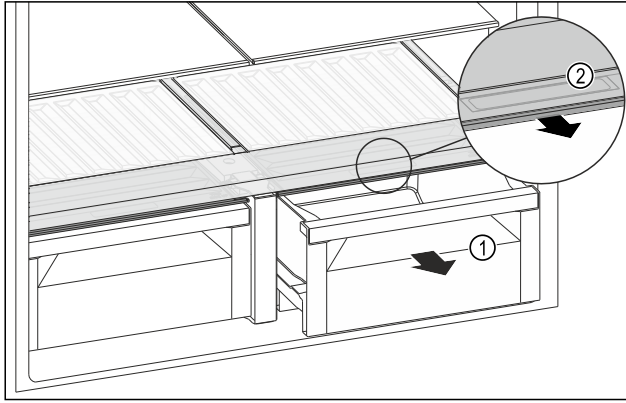

Fig. 132
- ▶ Schuifvak Fig. 132 (1) uittrekken.
- ▶ Greeplijst Fig. 132 (2) op het vakdeksel vastpakken en het vakdeksel gelijktijdig naar voren trekken.